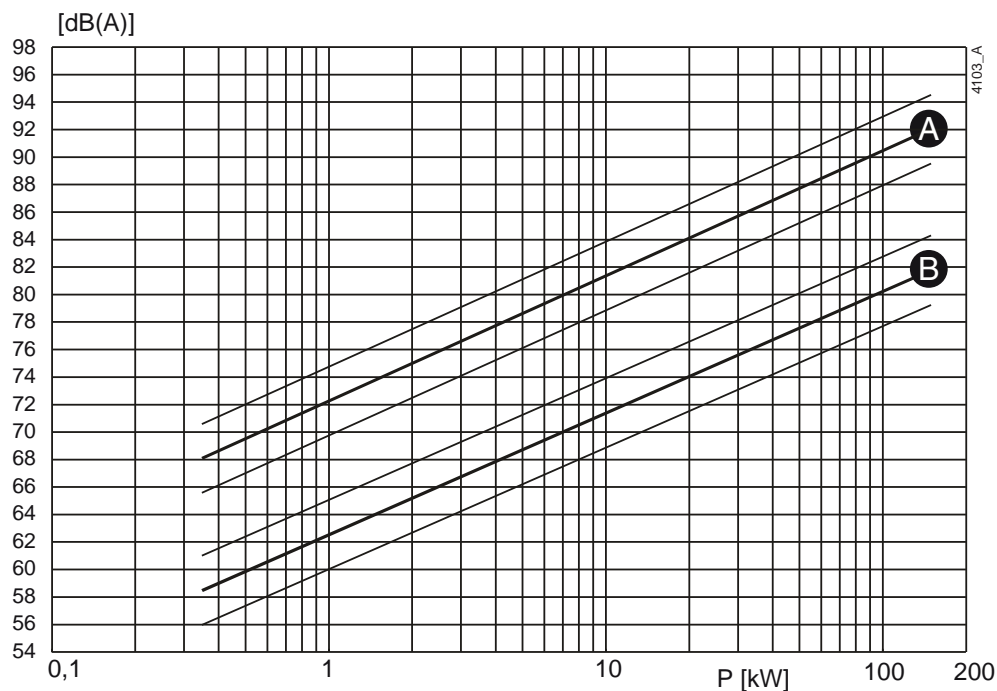
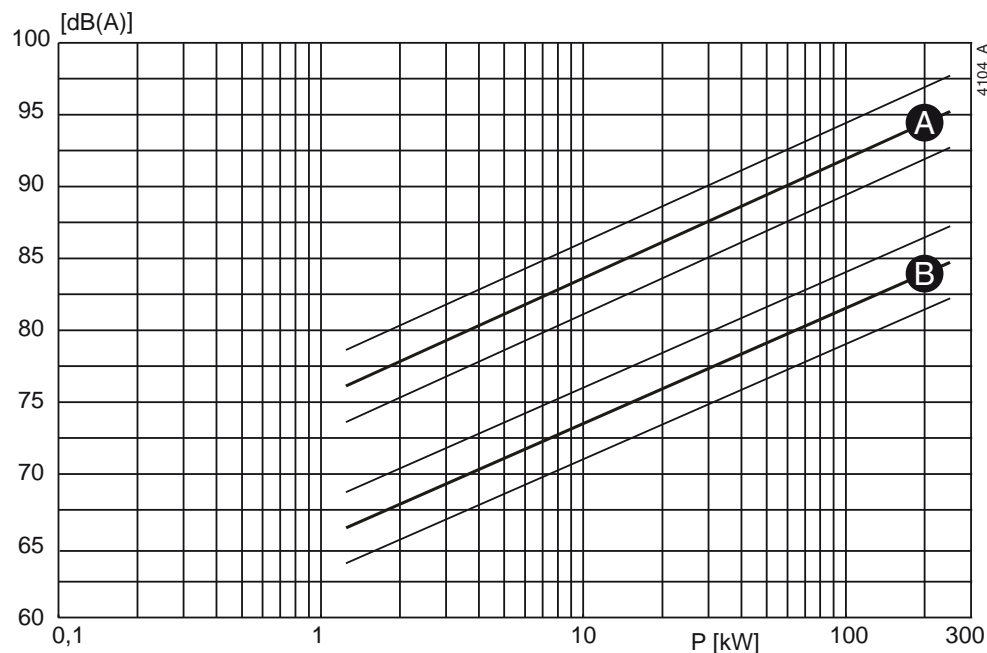

Abbildung 4: Schallpegel als Funktion der Pumpenleistung [kW] bei 1450 min^{-1}
Abbildung 5: Schallpegel als Funktion der Pumpenleistung [kW] bei 2900 min^{-1}
- 1 Um den Schallpegel (L_1) der Pumpe zu bestimmen, siehe Abbildung 4 oder Abbildung 5.